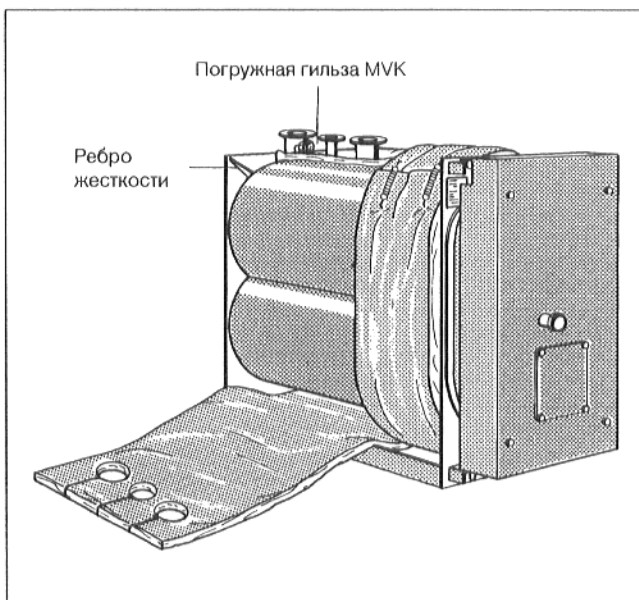

Рис. 6
- Уложить вокруг радиатора 2 теплоизолирующих мата и закрепить сверху, наложив концы матов друг на друга, посредством 5 или 6 * натяжных пружин (Рис. 6).
- Надрезать теплоизолирующие маты внизу и сверху в зоне ребер жесткости (Рис. 6).